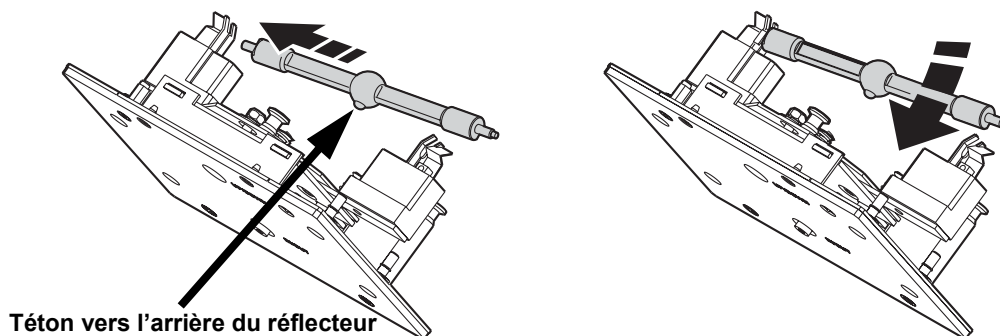

Figure 3: Mise en place de la lampe
- Orientez le téton de la lampe neuve vers l'arrière comme indiqué sur la Figure 3, insérez la pointe gauche de la lampe dans le ressort de rétention puis engagez la lampe complètement.